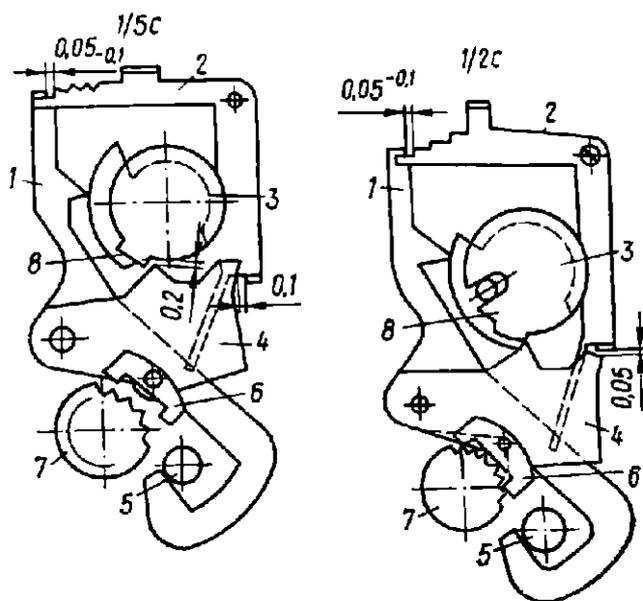

Рис. 24. Положение деталей тормозного механизма на выдержках 1/5 и 1/2 с:
выступа платы 4 (рис. 24) на кулачке 8
5.2.75. Установить заводную головку на выдержку 1/5 с и отрегулировать положение выступа платы 4 относительно кулачка 8 так, чтобы между выступом платы и подъемной плоскостью верхней ступени кулачка 8 был зазор до 0,2 мм (см. рис. 24). При регулировке освободить винт 11 (рис. 28), крепящий кулачок 10, и эксцентриком 13 повернуть кулачок на требуемую величину, затем закрепить кулачок 10 винтом 11.
5.2.76. Установить заводную головку на выдержку 1/2 с. При этом выступ плато 4 (рис. 24) должен находиться на верхней ступени кулачка 8, что соответствует выдержке 1/2 с. Второй выступ плато относительно рычага 2 занимает положение, показанное на рис. 24, и образует зазор 0,05 мм. При необходимости зазор регулировать рихтовкой рычага 2. На выдержке 1/2 с включается анкер 6, он должен работать без заклинивания при спуске шторок.